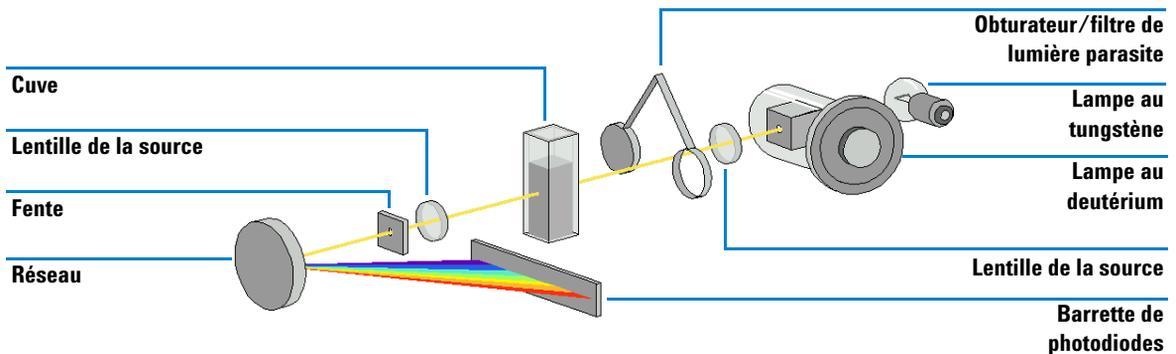

Figure 1 Système optique du spectrophotomètre
La Figure 1 montre le système optique du spectrophotomètre. La source de rayonnement combine une lampe au deutérium pour la gamme des longueurs d'onde de l'ultraviolet (UV) et une lampe au tungstène pour le domaine de la lumière visible et du proche infrarouge. L'image du filament de la lampe au tungstène est focalisée sur l'orifice de décharge de la lampe au deutérium dont l'accès par l'arrière permet de combiner optiquement les deux sources de lumière et de les diriger selon un axe commun vers la lentille de la source. La lentille de la source forme un faisceau de lumière collimaté unique. Celui-ci traverse la zone du filtre correcteur de lumière parasite/obturateur, puis l'échantillon, avant d'atteindre la lentille et la fente du spectrographe. Dans le spectrographe, la lumière est dispersée sur la barrette de photodiodes par un réseau holographique, ce qui permet d'accéder simultanément à toutes les longueurs d'ondes. Le résultat est une amélioration notable de la vitesse d'acquisition des spectres.